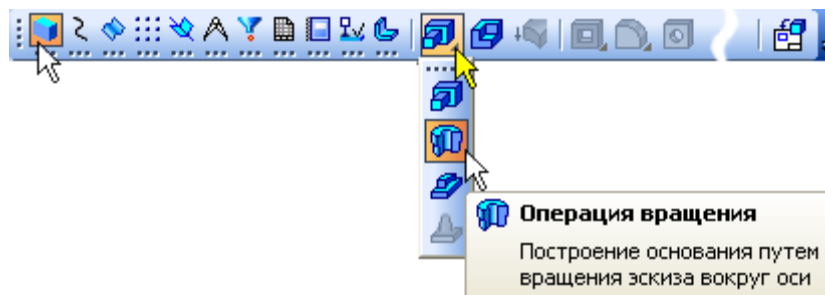

Рисунок 6
- Нажмите кнопку Операция вращения на панели Редактирование детали . (рис. 6)